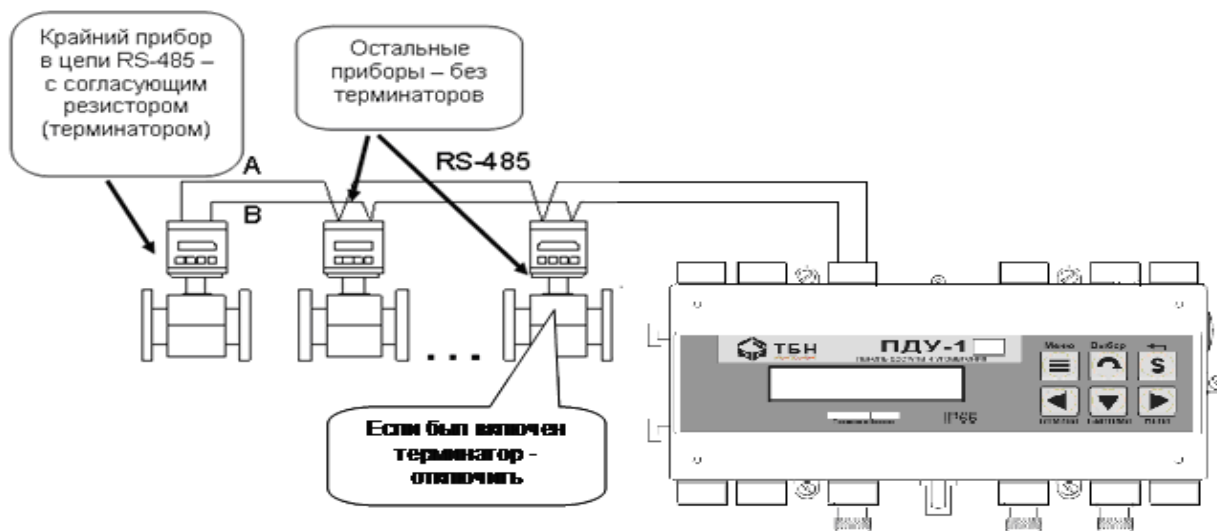

Рисунок 3— Подключение к сети RS-485
- ПДУ-1 должен быть крайним звеном в цепи приборов, объединённых в сеть RS-485 (не должен включаться в разрыв цепи RS-485, см. рисунок 3);